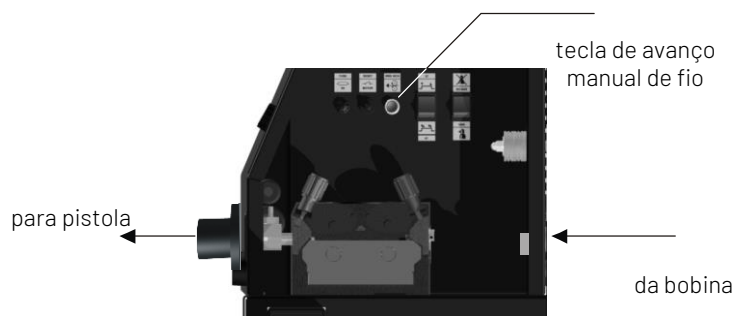

Fig.12
- Pulsar continuamente a tecla manual de avanço de fio ((Fig. 12 - wire inch) situada no painel interior do alimentador; o motor roda á velocidade seleccionada pelo potenciómetro de regulação;